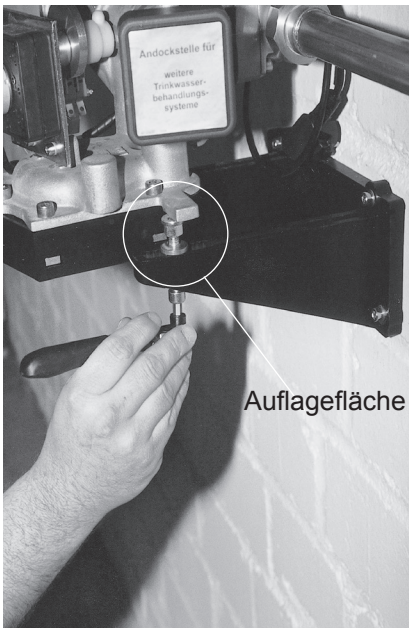

Abb. 7
- Stützschrauben mit beiliegendem Montageschlüssel so ausrichten, dass der **MULTISAFE** sicher an den Auflageflächen abgestützt wird (Abb. 7).